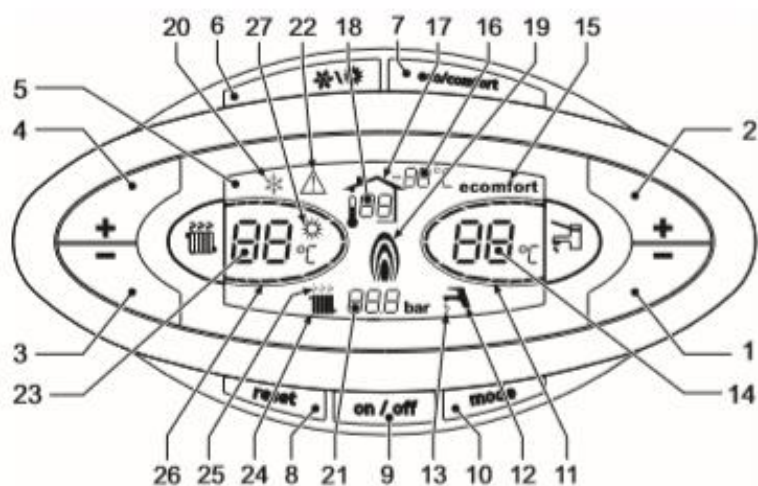
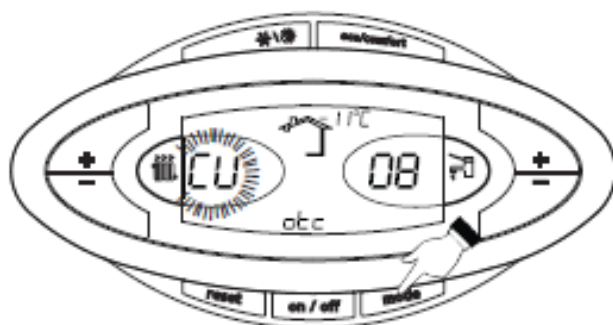
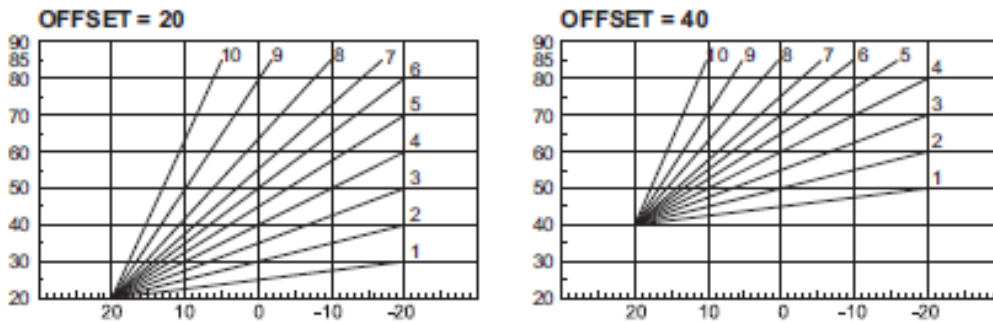

fig. 1 - Kontrolpanelet
fig. 11 – Udligningskurve
fig. 14 – Eksempel på parallel flytning af udligningskurverne
Behov for opvarmning (udløst af rumtermostat eller fjernbetjening) angives vha. den varme lufts blinken over radiatoren (fig. 1 – pos. 24 og 25).
Skalamærkerne (fig. 1 – pos. 26) bliver tændt, efterhånden som opvarmningsføleren når den indstillede temperaturværdi.
Behov for brugsvand (udløst ved aftapning af varmt brugsvand) angives vha. det varme vands blinken under hanen (fig. 1 – pos. 12 og 13). Kontrollér, at funktionen Comfort (fig. 1 – pos. 15) fungerer.
Skalamærkerne for brugsvand (fig. 1 – pos. 11) bliver tændt, efterhånden som brugsvandsføleren når den indstillede temperaturværdi.
Når vandvarmerens opvarmning er aktiveret (default-indstilling), vises symbolet COMFORT (fig. 1 – pos. 15) på displayet, mens symbolet ECO (fig. 1 – pos. 15) vises på displayet, når den er slået fra.
Brugeren kan slå vandvarmeren fra (ECO-funktion) ved at trykke på knappen eco/comfort (fig. 1 – pos. 7). COMFORT-funktionen aktiveres igen ved atter at trykke på knappen eco/comfort (fig. 1 – pos. 7).
Tryk på knappen on/off (fig. 1 – pos. 9) i 1 sekund.
Tænd kedlen igen ved at trykke på knappen on/off (fig. 1 – pos. 9) i 1 sekund.
Tryk på knappen Sommer/Vinter (fig. 1 – pos. 6) i 1 sekund.
Symbolet Sommer bliver aktivt i displayet (fig. 1 – pos. 27): kedlen producerer kun brugsvand. Frostsikringssystemet forbliver aktivt.
Deaktiver funktionen Sommer igen ved at trykke på knappen Sommer/Vinter (fig. 1 – pos. 6) i 1 sekund.
Tryk på +/--knapperne (fig. 1 – pos. 3 og 4). Temperaturen kan indstilles til mellem 30 °C (min.) og 80 °C (maks.).
Tryk på +/--knapperne (fig. 1 – pos. 1 og 2). Temperaturen kan indstilles til mellem 10 °C (min.) og 65 °C (maks.).
Når udeføleren (ekstraudstyr) monteres, vises den aktuelle udetemperatur, der er aflæst af selve føleren, på kontrolpanelets display (fig. 1 – pos. 5). Kedlens indstillingssystem arbejder med “Temperaturforskydning”. I denne funktion indstilles varmeanlæggets temperatur ud fra de udendørs klimaforhold for at sikre en høj komfort og energibesparelse hele året rundt. Specielt sænkes anlæggets fremløbstemperatur ud fra en fastsat “udligningskurve”, når udetemperaturen stiger.
Med indstilling af temperaturforskydningen bliver den temperatur, der er indstillet med +/- knapperne (fig. 1 – pos. 3 og 4), anlæggets maksimale fremløbstemperatur. Det anbefales at indstille til den maksimale værdi, så systemet kan indstilles inden for hele funktionsområdet. Kedlen skal indstilles af fagkyndigt personale under installationen. Brugeren kan dog foretage eventuelle tilpasninger for at forbedre komforten.
Ved at trykke én gang på knappen Mode (fig. 1 – pos. 10) vises den aktuelle udligningskurve (fig. 11). Denne kan ændres med +/- knapperne (fig. 1 – pos. 1 og 2).
Ved at trykke på +/- knapperne (fig. 1 – pos. 3 og 4) kan kurverne (fig. 14) parallelforskydes. Udligningskurven kan ændres med +/- knapperne (fig. 1 – pos. 1 og 2).
Ved igen at trykke på knappen Mode (fig. 1 – pos. 10) forlades funktionen indstilling af parallelle kurver.